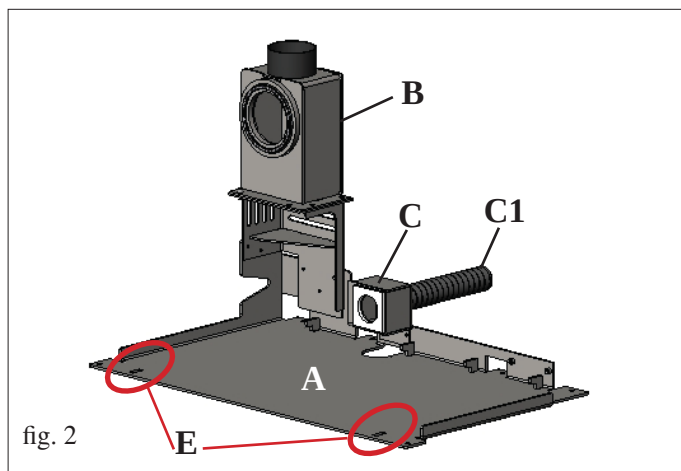
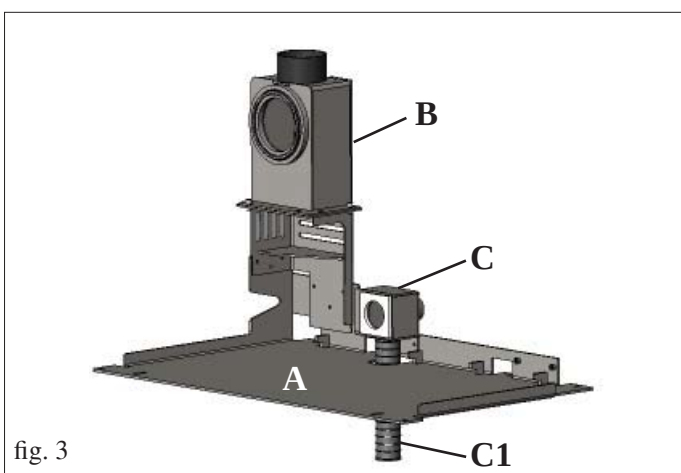
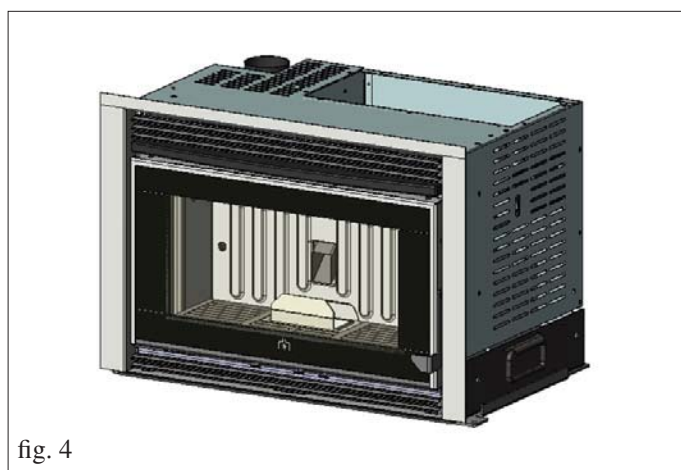
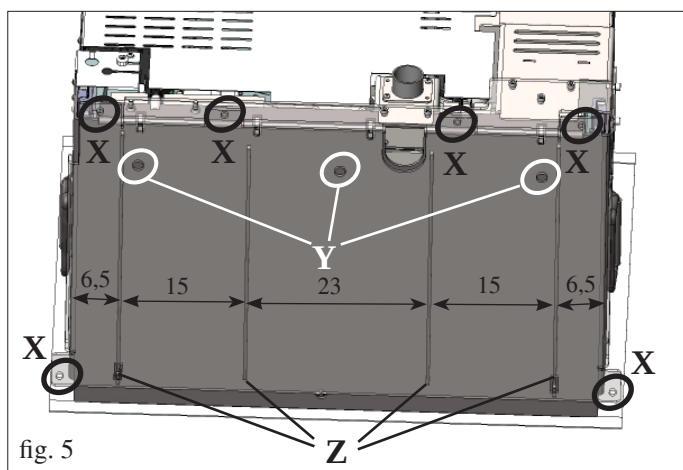

fig. 2
fig. 3
fig. 4
fig. 5
- Fissare la piastra di base (A - fig. 2) sul basamento tramite fori posizionati sul perimetro della piastra (X - fig. 5) mediante bulloni.
- In alternativa, per il fissaggio della piastra di cui sopra, si possono utilizzare i fori esistenti, all'interno della stessa piastra di base (Y - fig. 5) mediante viti a testa svasata (la testa della vite non deve sporgere dalla piastra di base più di 2 mm). Possono essere realizzati altri fori, a cura del cliente, facendo attenzione di non realizzarli in corrispondenza delle guide (Z - fig. 5)
- Calzare la canna fumaria (non in dotazione) sul condotto fumi (B) e il tubo Ø 40 mm (C1 - non in dotazione) sul condotto aria primaria (C).
Il tubo Ø 40 mm (C1 - non in dotazione) può essere installato da sotto la piastra di base (A) vedi fig. 3.
- Riposizionare l'inserto (fig. 4) facendolo scorrere sulla piastra di base (A - fig. 2) fino a fine corsa (l'inserto dovrà incastrarsi nelle due asole (E - fig. 2) presenti nella parte anteriore della piastra di base (A - fig. 2), facendo attenzione al di cavo di alimentazione che non venga schiacciato tra le due piastre.
- Aprire l'antina e sollevare il fermo di blocco di scorrimento (F - fig. 5).